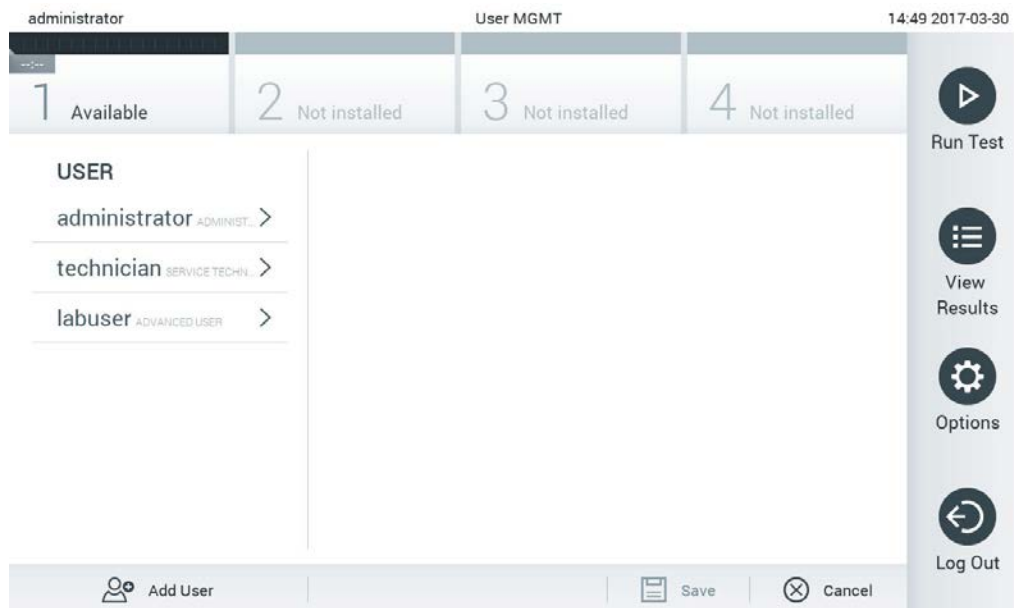

Figura 52. Ecranul User Management (Gestionarea utilizatorilor).
1. Apăsați butonul **Options** (Opțiuni), apoi butonul **User Management** (Gestionarea utilizatorilor) pentru configurarea utilizatorilor. Ecranul **User Management** (Gestionarea utilizatorilor) apare în zona de conținut a afișajului (Figura 52).